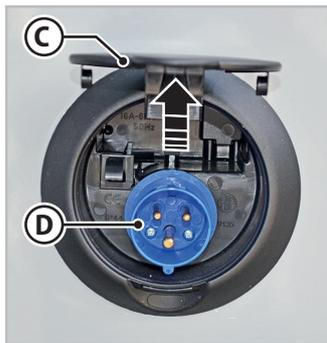

Fig.6.29 - Toma para la alimentación de 220 V
2. Levante la tapa **(C)** - Fig.6.29) de la toma **(D)** - Fig.6.29) situada en el lateral del vehículo.
3. Conecte un cable externo de sección adecuada y homologado a la toma **(D)** - Fig.6.29).